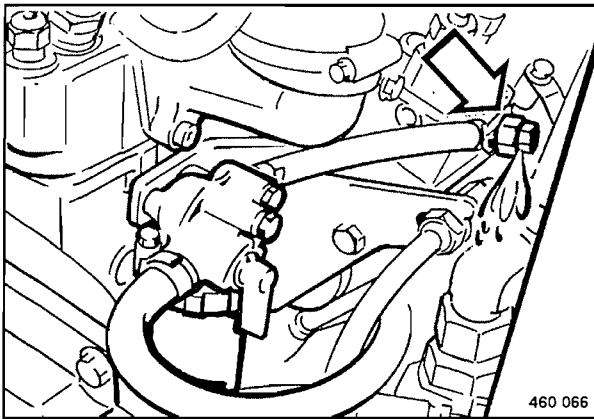

Fig. 102
- Desenroscar por algunas vueltas la purga de aire (Fig. 102) en la bomba de inyección.